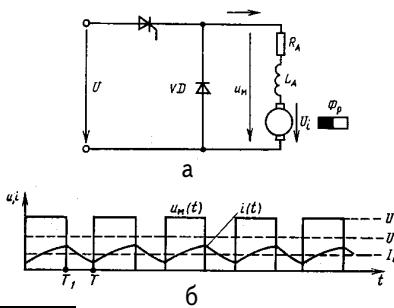

рис.19
**Включение двигателя.** Если двигатель постоянного тока получает питание от аккумуляторной батареи, то при необходимости регулирования его частоты вращения используют импульсные регуляторы (рис.19,а, где  $U$  - напряжение питания;  $U_m$  - импульсное напряжение;  $R_a$ ,  $L_a$  и  $U_i$  - соответственно активное сопротивление, индуктивность и ЭДС обмотки якоря;  $\Phi_p$  - магнитный поток полюса). На рис.19,б показаны форма напряжения  $U_m$  и тока  $i(t)$  в двигателе. Число оборотов двигателя прямо пропорционально скважности импульсов напряжения, включаемых с помощью тиристора или мощного транзистора.